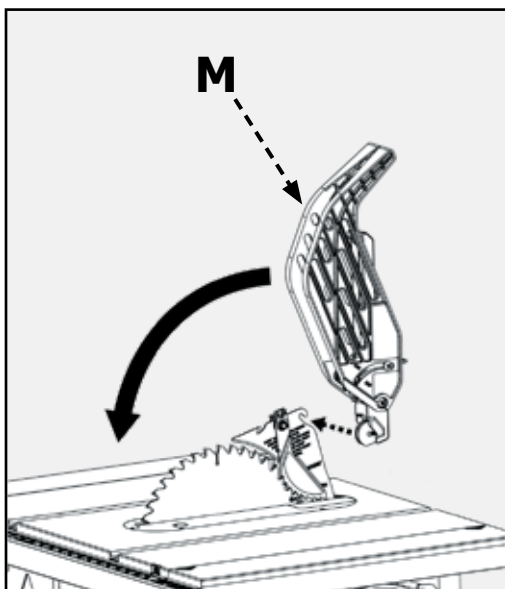

FIGURE 20
1. Tout en maintenant l'ensemble protège-lame (A) en position verticale, accrochez le goujon de guidage (B) à l'extrémité arrière de l'ensemble protège-lame dans la fente sur le bord arrière du couteau diviseur.
2. Faites tourner l'ensemble protège-lame vers l'avant de la scie jusqu'à ce que la partie métallique (C) de l'ensemble protège-lame soit parallèle à la table comme le montre la Figure 20.
3. Tout en maintenant enfoncé l'avant de la partie métallique du protège-lame (C), appuyez sur le levier de verrouillage du protège-lame (D) jusqu'à ce qu'il s'enclenche en position verrouillée. Assurez-vous que le protège-lame est verrouillé sur le couteau diviseur en tirant sur le protège-lame. Si le protège-lame n'est pas verrouillé, le levier de verrouillage du protège-lame retournera à la position déverrouillée.